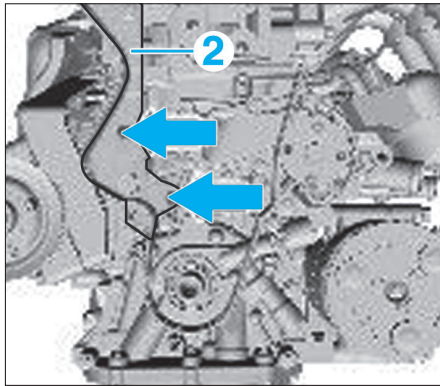

Fig. 42
- le carter latéral de distribution (Fig.42),